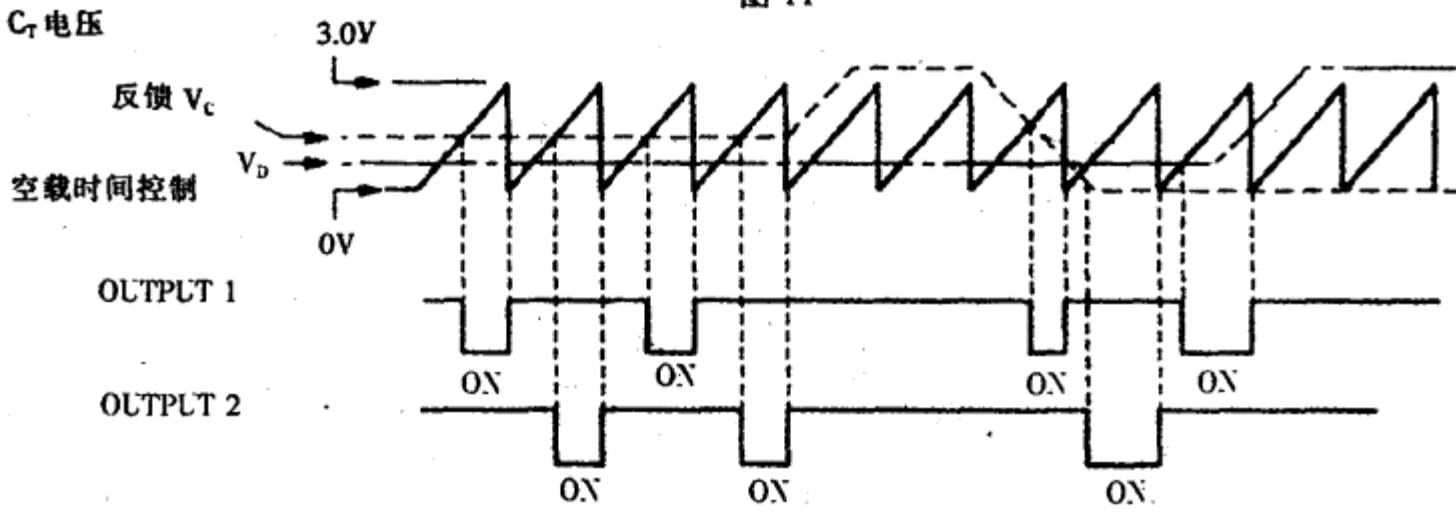

图 12
一、开关式稳压控制器IC8004第①脚,是其内部电压反馈“误差放大器1”的正相输入端。经“误差放大器1”放大的反馈电压误差信号,将控制开关式稳压控制器IC8004内部的脉冲宽度调制电路(其波形如图12所示),从脉冲宽度调制方面调整开关变压器的输出电压。